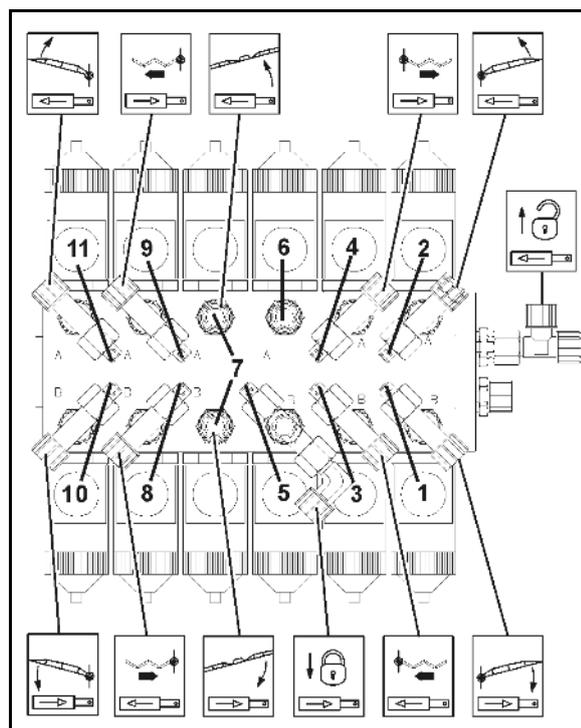

Fig. 201
2. Si nécessaire, rajoutez de l'huile lorsque la pompe ne fonctionne pas (au maximum jusqu'au marquage (Fig. 201/1).
5. Faites tourner l'arbre d'entraînement à la main alternativement à droite et à gauche tout en versant lentement l'huile neuve. Le volume d'huile versé est correct lorsque l'huile arrive au repère (Fig. 201/1) dans le vase.